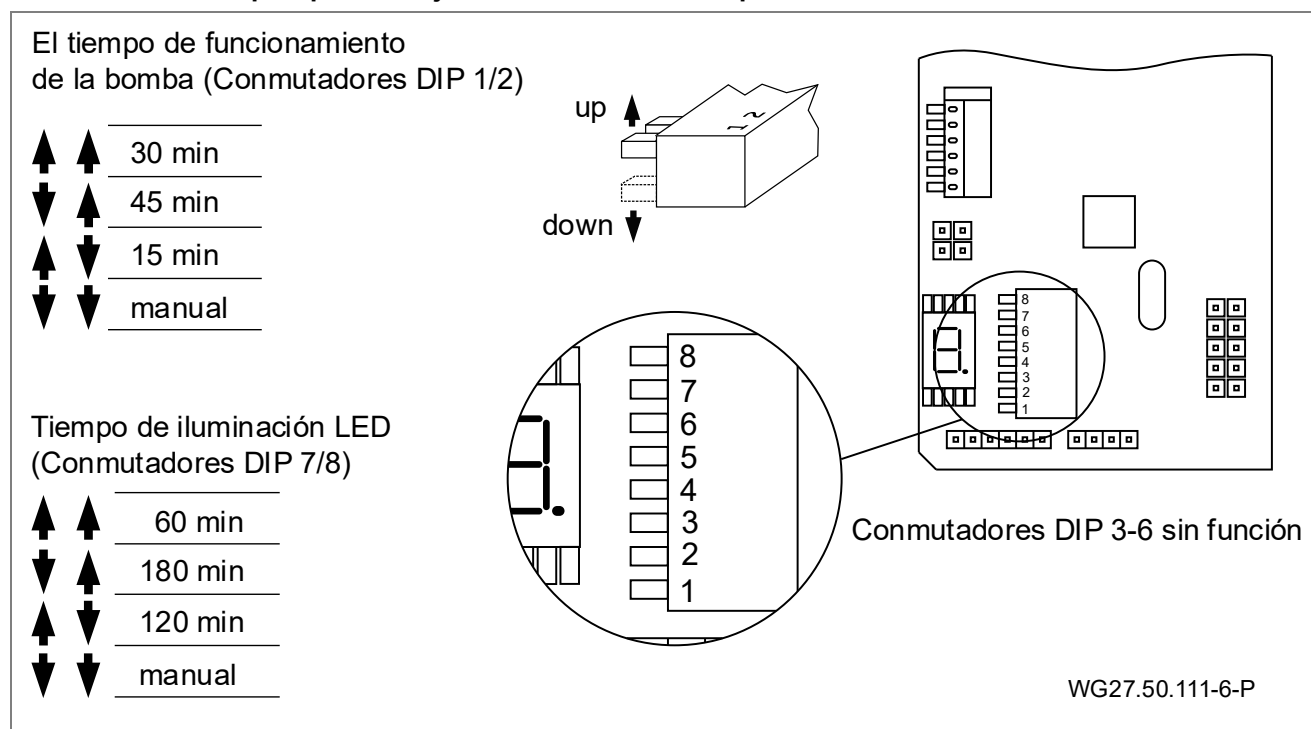

Fig. 30
3. Descargar la tubería de aspiración e impulsión por medio de apoyos. Ver "Fig. 30".